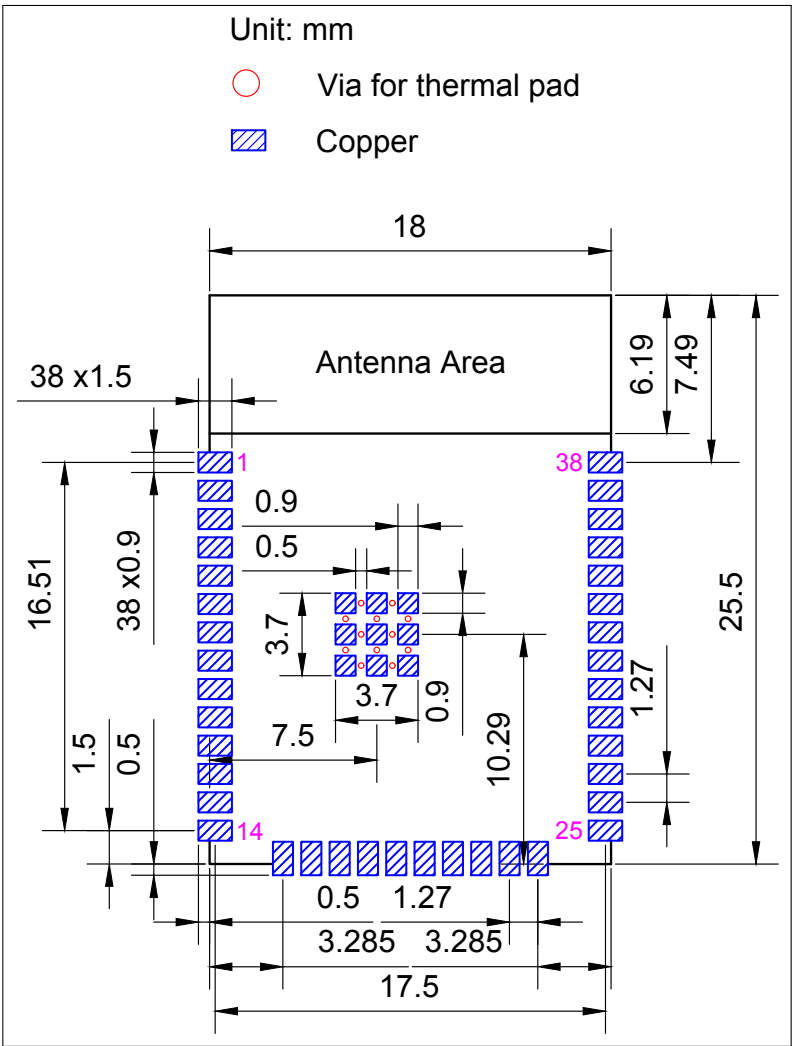
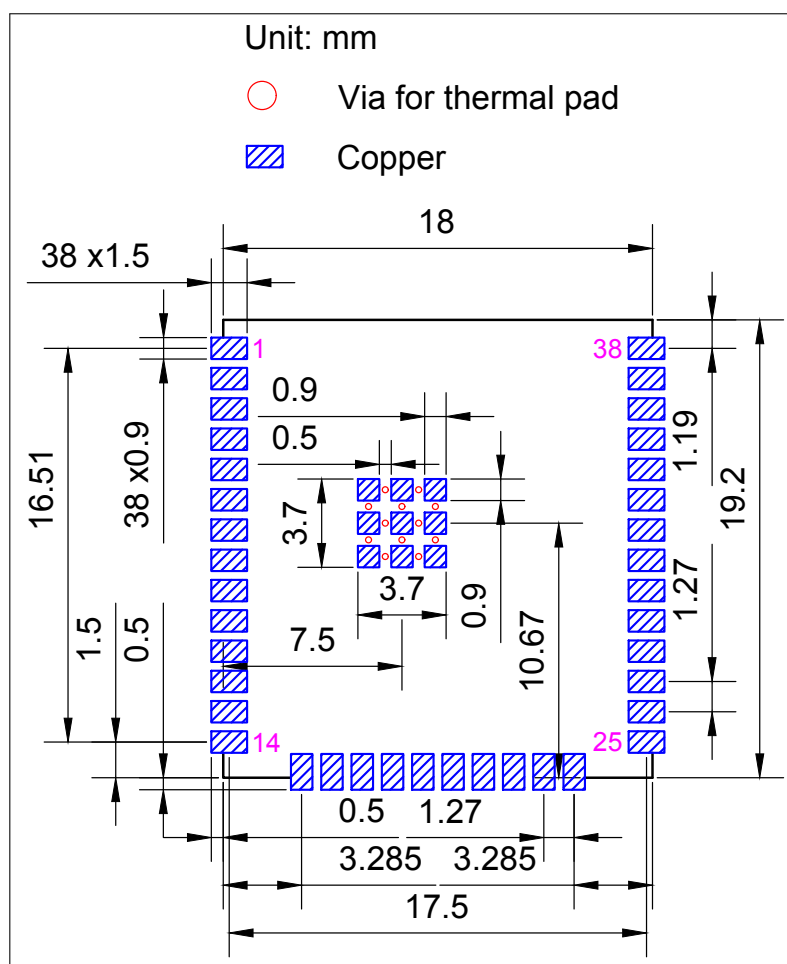

图 12: ESP32-WROOM-32E 推荐 PCB 封装图形
图 13: ESP32-WROOM-32UE 推荐 PCB 封装图形
- 推荐 PCB 封装图，标有 PCB 设计所需的全部尺寸。详见图 12 ESP32-WROOM-32E 推荐 PCB 封装图形 和图 13 ESP32-WROOM-32UE 推荐 PCB 封装图形。
- 推荐 PCB 封装图的源文件，用于测量图 12 和 13 中未标注的尺寸。您可用 Autodesk Viewer 查看 ESP32-WROOM-32E 和 ESP32-WROOM-32UE 的封装图源文件。